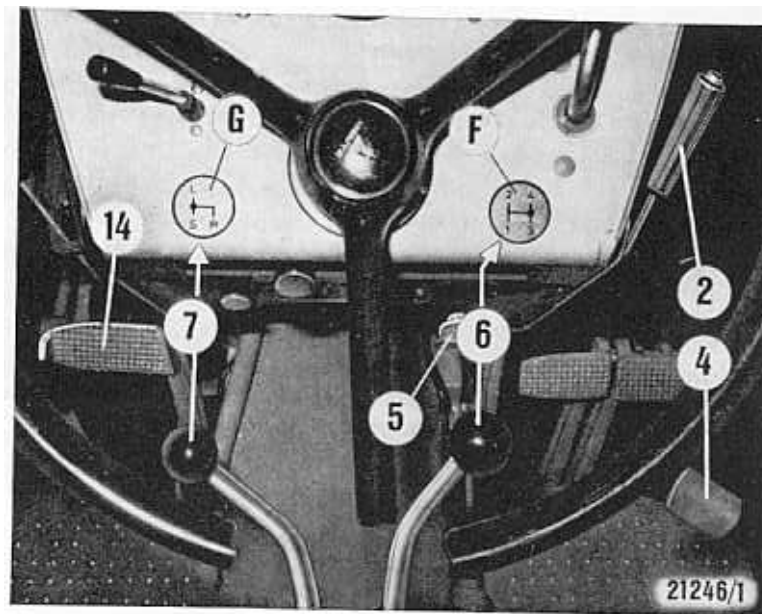

Fig. 15 D 40 06 + D 45 06 à boîte synchro
- b) Débrayer; passer leviers de sélection des gammes et de passage des vitesses au point mort; freiner si besoin et serrer le frein à main (② — fig. 15). Par temps de fort gel, engager toujours un rapport de vitesse, ne pas se fier au frein de stationnement sur les garnitures duquel un couche de glace, le rendant inefficace, aurait pu se former.
Ne jamais arrêter brusquement un moteur ayant tourné en pleine puissance, réduire graduellement sa charge jusqu'à stabilisation de sa température. Tirer alors jusqu'à fond de course le bouton de la tirette d'arrêt (⑤ — Fig. 15) et l'y maintenir jusqu'à ce que le moteur soit immobilisé. Passer la clé-contact à l'un des crans **0** ou **P** et la retirer.